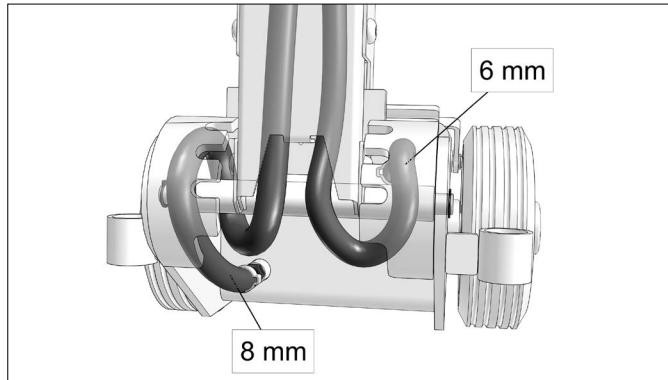

Fig. 1
**VIGTIGT:** Slangerne skal snos om håndtagets lejerør som vist på detailtegning (Fig. 1).
**IMPORTANT:** The hoses must be twisted around the tube as shown on the photo (*Fig. 1*).